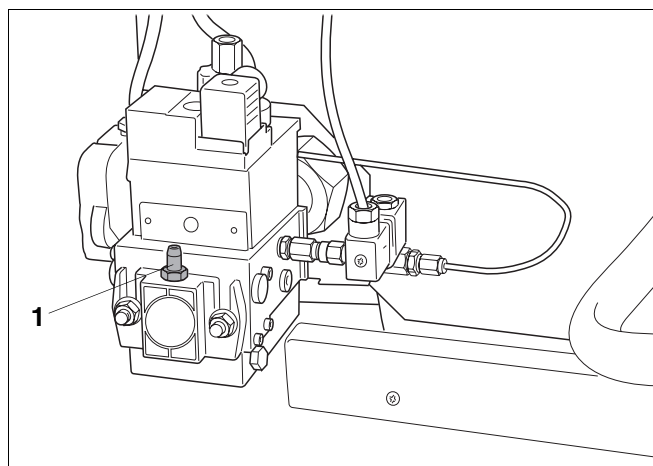

Рис. 23 Газовая арматура
- На два оборота открутить запорный болт контрольного ниппеля (рис. 23, поз. 1).
- Надеть измерительный шланг U-образного манометра на контрольный ниппель (рис. 23, поз. 1).